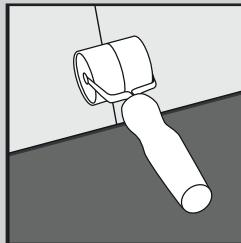

Abb. 4
- Fahren Sie mit der Verlegung der Dielen fort, bis die Reihe vollständig ist. Zur Unterstützung können Sie eine Handrolle verwenden (Abb. 4). Verwenden Sie im Bedarfsfall einen Gummihammer und ein Reststück des Produkts, um das Produkt sanft ineinander zu klopfen. Mit einem Zugeisen kann das Produkt entlang der Wände zusammengezogen werden (Abb. 5).